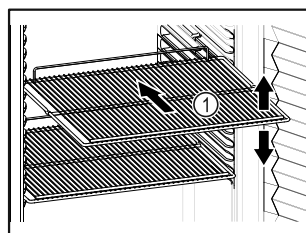

Fig. 59 例图
- 如果存放格栅 Fig. 59 (1)可移动，则根据高度进行调整。